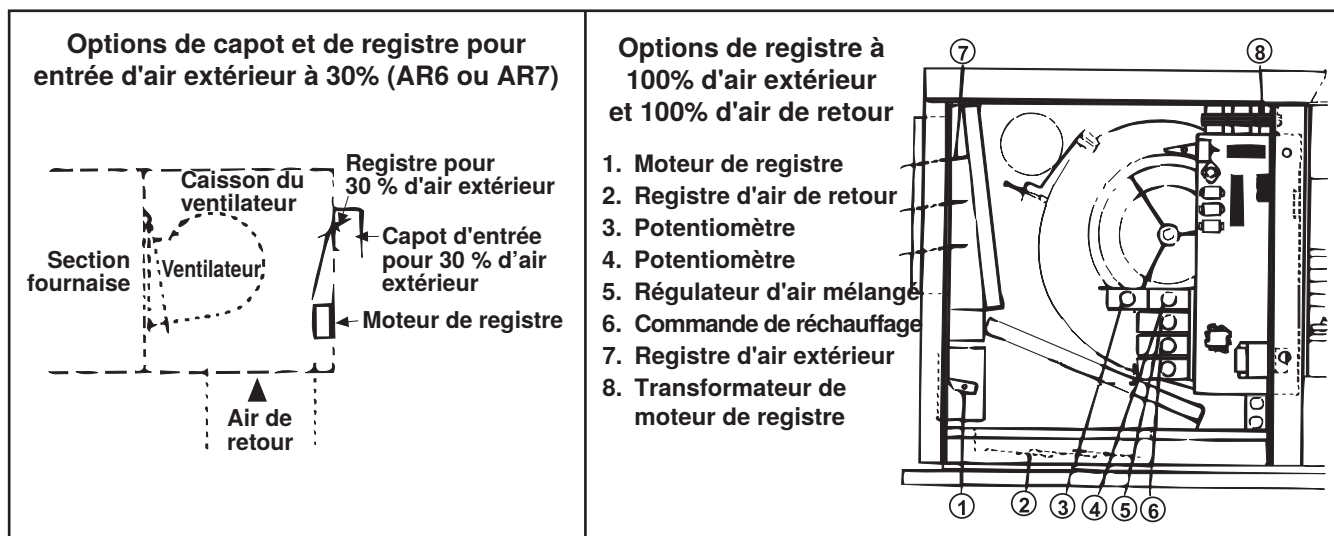

Figure 19. Commandes de registre
- Pour des options de contrôle de registre spécifiques (voir Figure 19), consultez le schéma de câblage qui accompagne l'appareil. Pour régler les registres, reportez-vous à la section Ajustement de la tringlerie de registre.